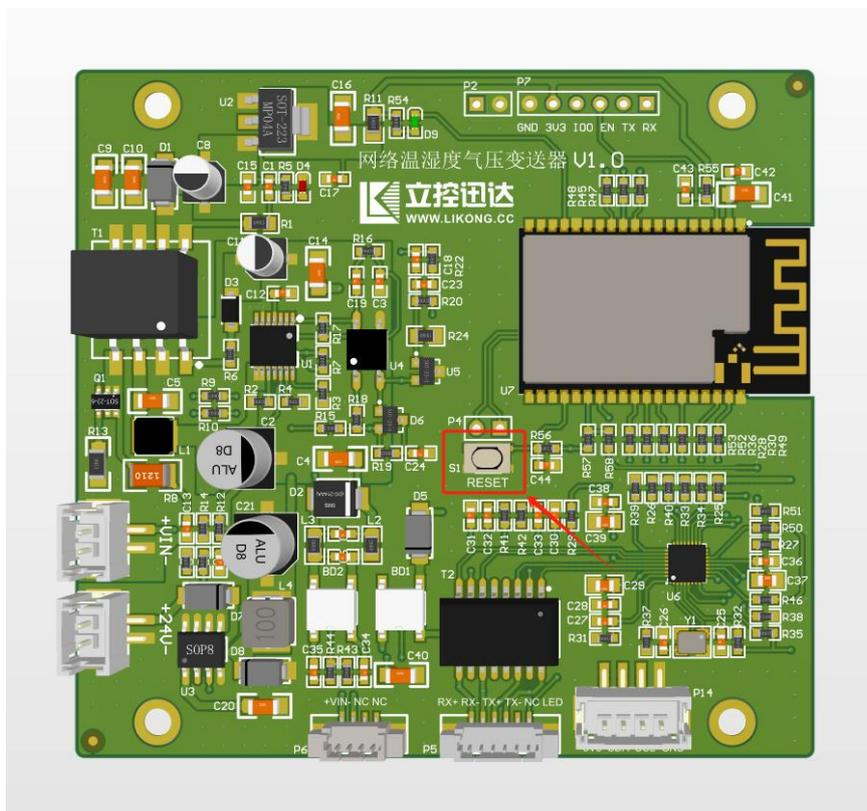

图 4.4
- 2、打开温湿度变送器外壳，在电路板上有一个白色的按键，如图 4.4。按住此按键不松 5 秒，待电路板上绿色指示灯快速闪烁后松开，设备会自动重启恢复默认设置。